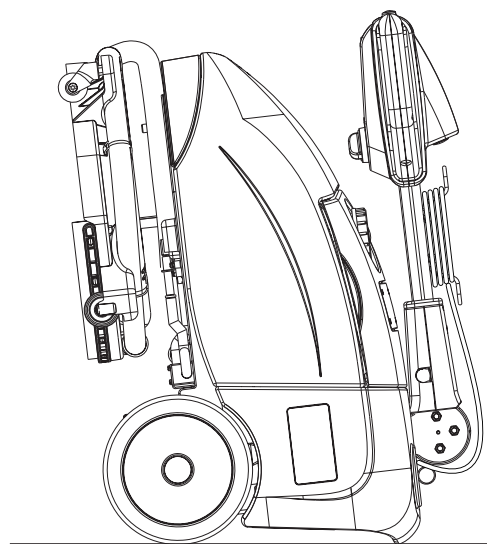

Figura 4
2. Abrir la tapa (4) y desconectar el conector de la batería (7).
4. Para proteger el cepillo y los cauchos de la boquilla doblar el manillar (2) adelante y aparcár la máquina como indicado en la figura 4.